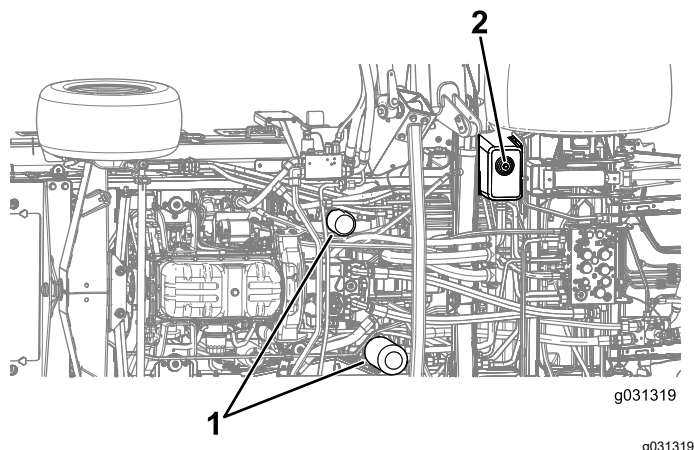

Figure 101
4. Retirez le bouchon de vidange situé sur le côté du réservoir et laissez couler l'huile dans le bac de vidange (Figure 101).
3. Placez un bac de vidange sous le filtre et enlevez le filtre (Figure 101).